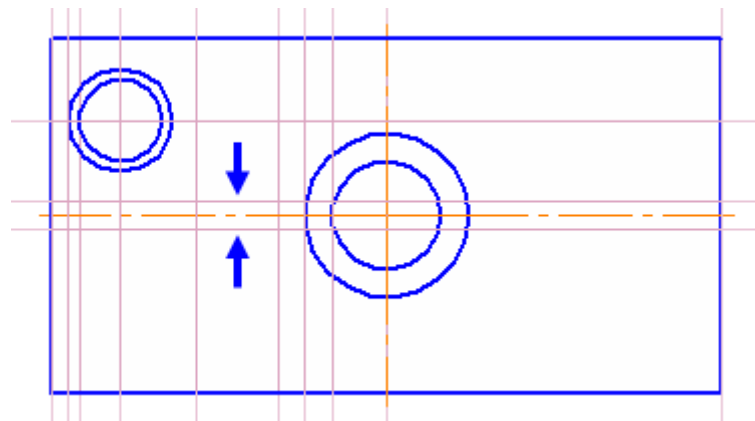

Рисунок 42.
- Сначала постройте две вспомогательные прямые, параллельные горизонтальной оси прямоугольника на расстоянии 2 мм. Они нужны для построения ребра жесткости (рис. 42).